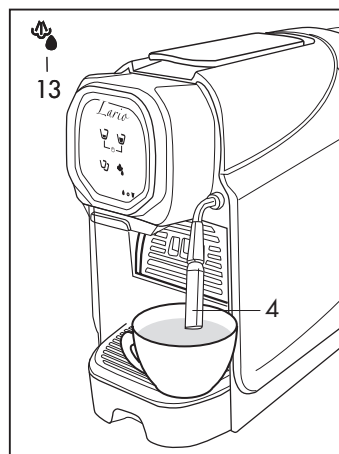

Fig. 12
- Posizionare una tazza sotto il beccuccio (4) (Fig.12)
- Tenendo premuto il simbolo (13) la macchina eroga acqua calda (Fig.12) rilasciare il tasto quando si è raggiunta la quantità desiderata
- Con la leggera pressione di un tocco sul simbolo (13) si attiva la funzione vapore (Fig.12) premere nuovamente il tasto per arrestare la funzione vapore